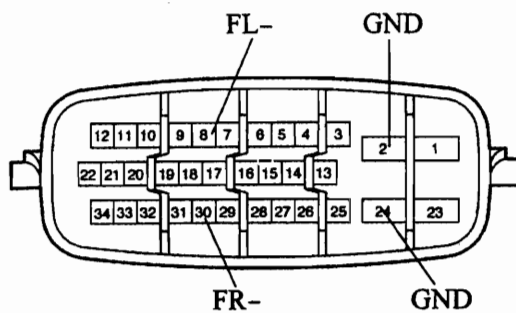
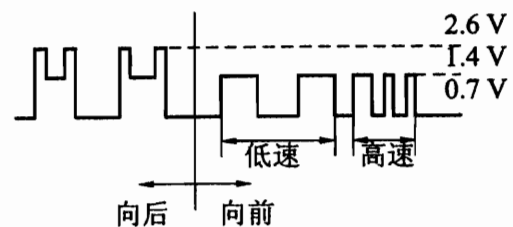
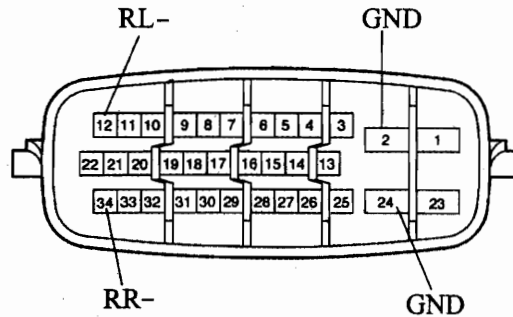

图 8-2-3
图 8-2-4
图 8-2-6
(1)脱开 ABS ECU 连接器,如图 8-2-3 所示,检测 ABS ECU 连接器端子 FR-与 GND 间及端子 FL-与 GND 间的电阻,应为 95~105Ω (2)用示波器检查。将示波器与 ABS ECU 连接器端子 FR-、FL-和 GND 相连,以约 30km/h 的速度行驶,检查信号波形,信号波形见图 8-2-4。 度行驶 1min,应无异常波形出现
将示波器与 ABS ECU 连接器端子 FR-、FL- 和 GND 相连,以约 30km/h 的速度行驶,检查信号波形,信号波形见图 8-2-4。以此速度行驶 1min,应无异常波形出现
(1)脱开 ABS ECU 连接器,如图 8-2-6 所示,检测 ABS ECU 连接器端子 RR- 与 GND 间及端子 RL- 与 GND 间的电阻,应为 95~105Ω (2)用示波器检查。将示波器与 ABS ECU 连接器端子 RR-、RL- 和 GND 相连,以约 30km/h 的速度行驶,检查信号波形,信号波形见图 8-2-4。 度行驶 1min,应无异常波形出现